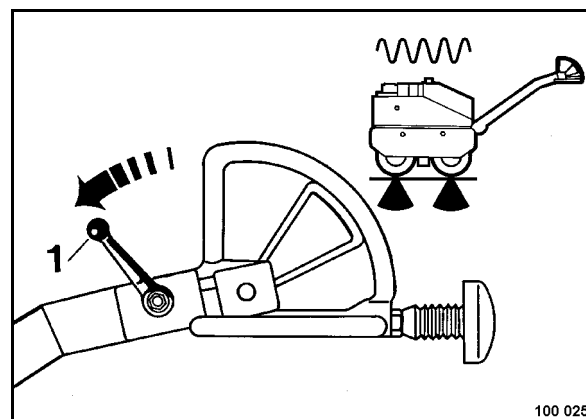

Fig. 32
- Poner la palanca de vibración (1) (Fig. 32) hacia delante; la vibración está conectada.